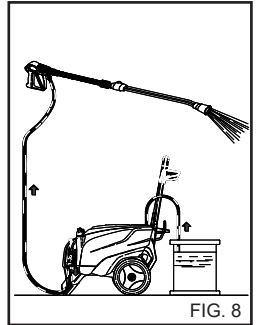

FIG. 8
1) Efter användning med rengöringsmedel ska högtrycksvattensystemet sköljas ordentligt. Låt pumpen vara igång i 1 minut. Doseringskranen ska vara stängd. (fig. 8).
4) Efter användning med rengöringsmedel ska högtrycksvattensystemet sköljas ordentligt. Låt pumpen vara igång i 1 minut. Doseringskranen ska vara stängd (fig. 8).